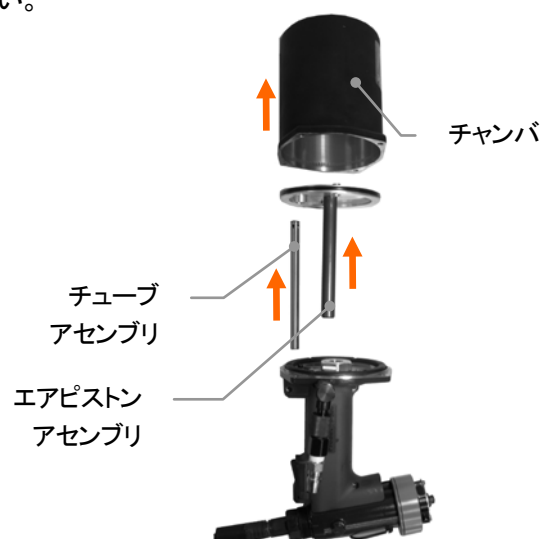

図7-21
- (4) チャンバを上にして垂直に立て、チャンバを上方に引き抜いてください。次にチューブアセンブリとエアピストンアセンブリを上方に引き抜いてください。(図7-21)スリーブ内に入っている油圧オイルを廃棄してください。